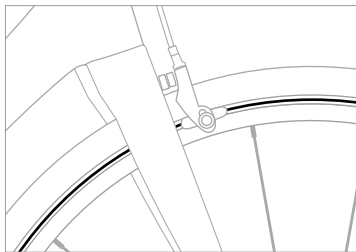

Рисунок 2.1. Индикатор износа на алюминиевом ободе
- Неглубокая канавка по всей окружности обода (рис. 2.1). Если канавка перестает быть заметной на любом участке, замените обод.